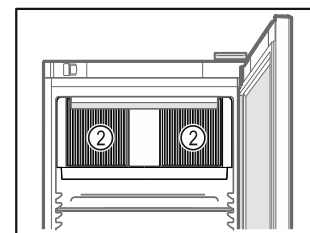

Fig. 57
- Ne pas obstruer les fentes d'aération Fig. 57 (2) du ventilateur de circulation d'air à l'intérieur de l'appareil.